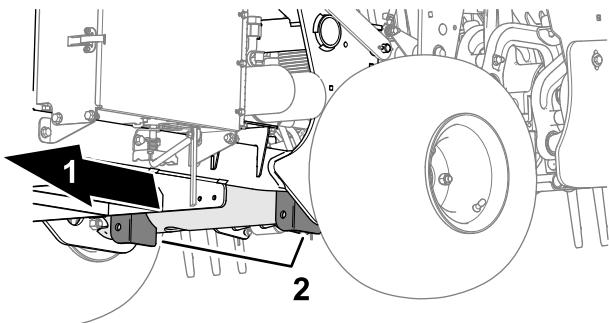

Figura 139
- Collocate il cavalletto metallico con sicurezza sotto la piastra del telaio, appena oltre la ruota posteriore (Figura 139).